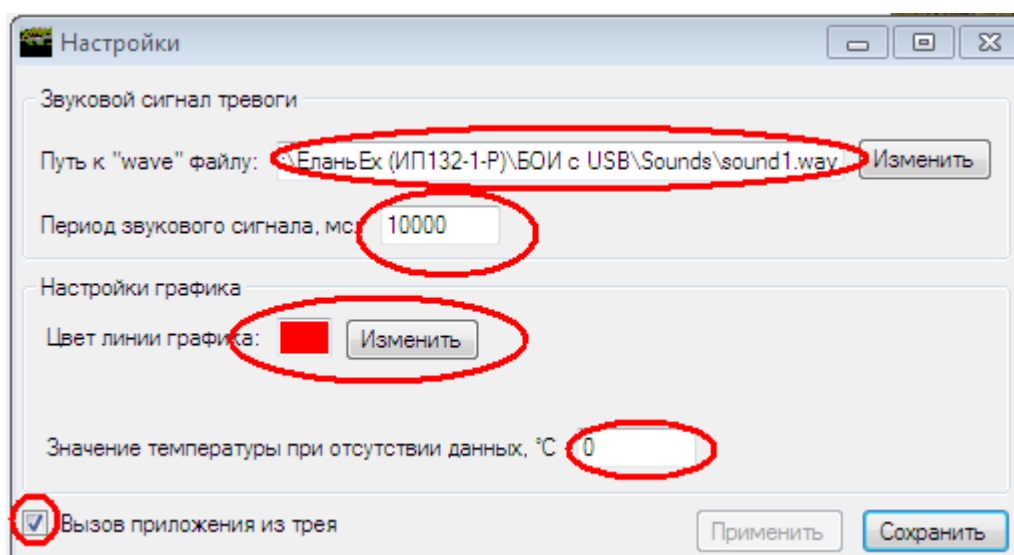

Рис.3.18 - Панель Настройка программы **elan**.
- нажав кнопку «Настройка», войти в окно настроек, установить путь к звуковому файлу сообщения о пожаре, длительность воспроизведения звукового сообщения, параметры отображения графиков в тестовом режиме (рис.3.18);